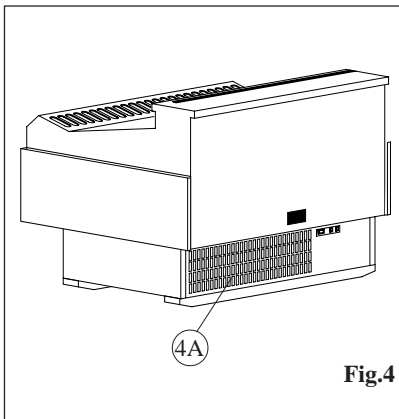

Fig.4
- le griglie per il passaggio dell'aria di raffreddamento del condensatore non siano ostruite (fig.4 - 4A);
- the grates for the passage of the cooling air from the condenser are not blocked (Fig.4 - pos.4A);
- que les grilles pour la sortie d'air de refroidissement du condensateur ne soient pas obstruées; (fig. 4 - pos. 4A);
- die Gitter für den Durchgang der Kühlluft des Kondensators sind nicht verstopft (Abb. 4 - Pos.4A);
- las mallas para el pasaje de aire de refrigeración del condensador no sean obstruidas (fig.4 - pos. 4A);